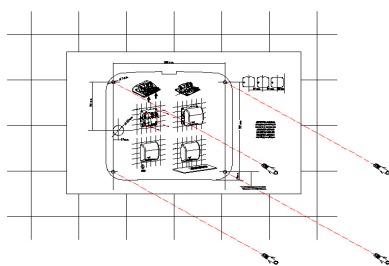

Рисунок 6
1. Просверлить 4 отверстия сверлом Ш 8 мм (Ш 0,31"), используя прилагаемый в комплекте поставки шаблон. Очистить отверстия от пыли. Вставить в отверстия поставляемые вместе с сушилкой 4 дюбеля и загнать их до упора (смотрите рис. 6).